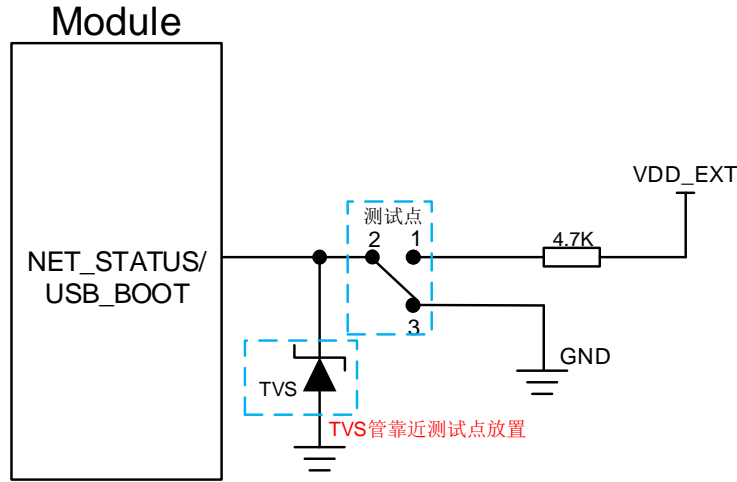

图 29: USB_BOOT 接口参考设计电路
2. 使用 MCU 控制模块进入强制下载模式时按照如上时序图进行控制，在给模块 VBAT 上电前不建议上拉 NET_STATUS/USB_BOOT 到 VDD_EXT；手动强制下载方式按照图 29 所示短接测试点即可。